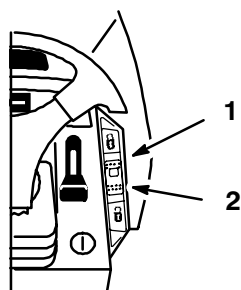

Figure 15
Ce commutateur situé sur le tableau de bord (Fig. 15) possède trois positions qui assurent les fonctions suivantes : Verrouillé-Prêt (rappelé par ressort), Activé et Déverrouillé-Désactivé. Le régulateur de vitesse maintient la position de commande de déplacement sans l'aide de la pédale. Il n'est destiné qu'à la conduite en marche avant. N'utilisez pas le régulateur de vitesse en marche arrière.
1. Commencez à conduire le tracteur en marche avant (voir Marche avant ou arrière, page 18). Appuyez sur la pédale de déplacement sans la relâcher et poussez la commande du régulateur de vitesse (Fig. 15) en position Verrouillé-Prêt.
1. Appuyez sur la pédale de déplacement sans la relâcher et amenez la commande du régulateur de vitesse (Fig. 15) en position Déverrouillé-Désactivé.